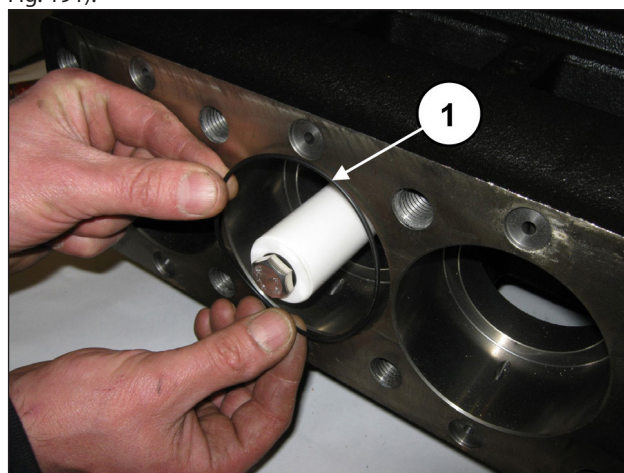
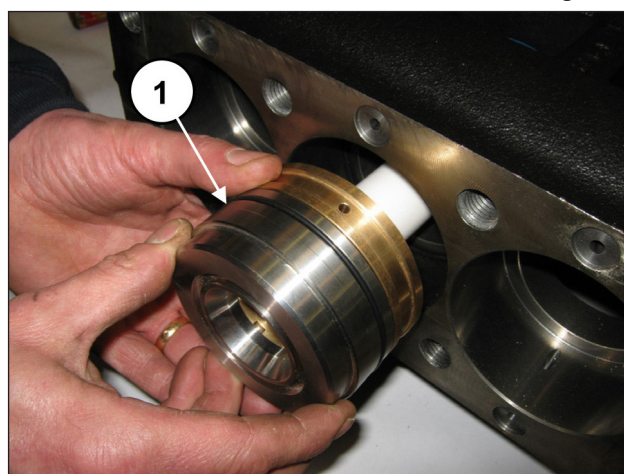

Fig. 190
Fig. 191
Placer le joint torique à l'intérieur du carter de pompe (rep. ①, Fig. 190), puis l'ensemble chemise-support des joints (muni du joint torique) préalablement assemblé jusqu'en butée (rep. ①, Fig. 191).